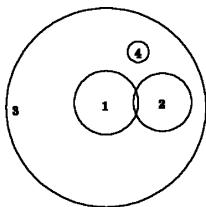

图 4-61 绘制圆
(1) 单击“默认”选项卡“绘图”面板中的“圆”按钮，以适当半径绘制 4 个圆，绘制结果如图 4-61 所示。
(2) 单击“参数化”选项卡“几何”面板中的“相切”按钮，命令行提示与操作如下：